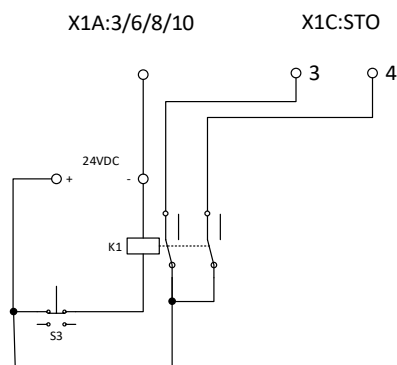

Рисунок 3.7 Цепь STO (использование внешнего источника питания)
- 3) Собрать цепь STO используя внешний источник питания (Рисунок 3.7), кнопку аварийного останова S3 и реле K1.